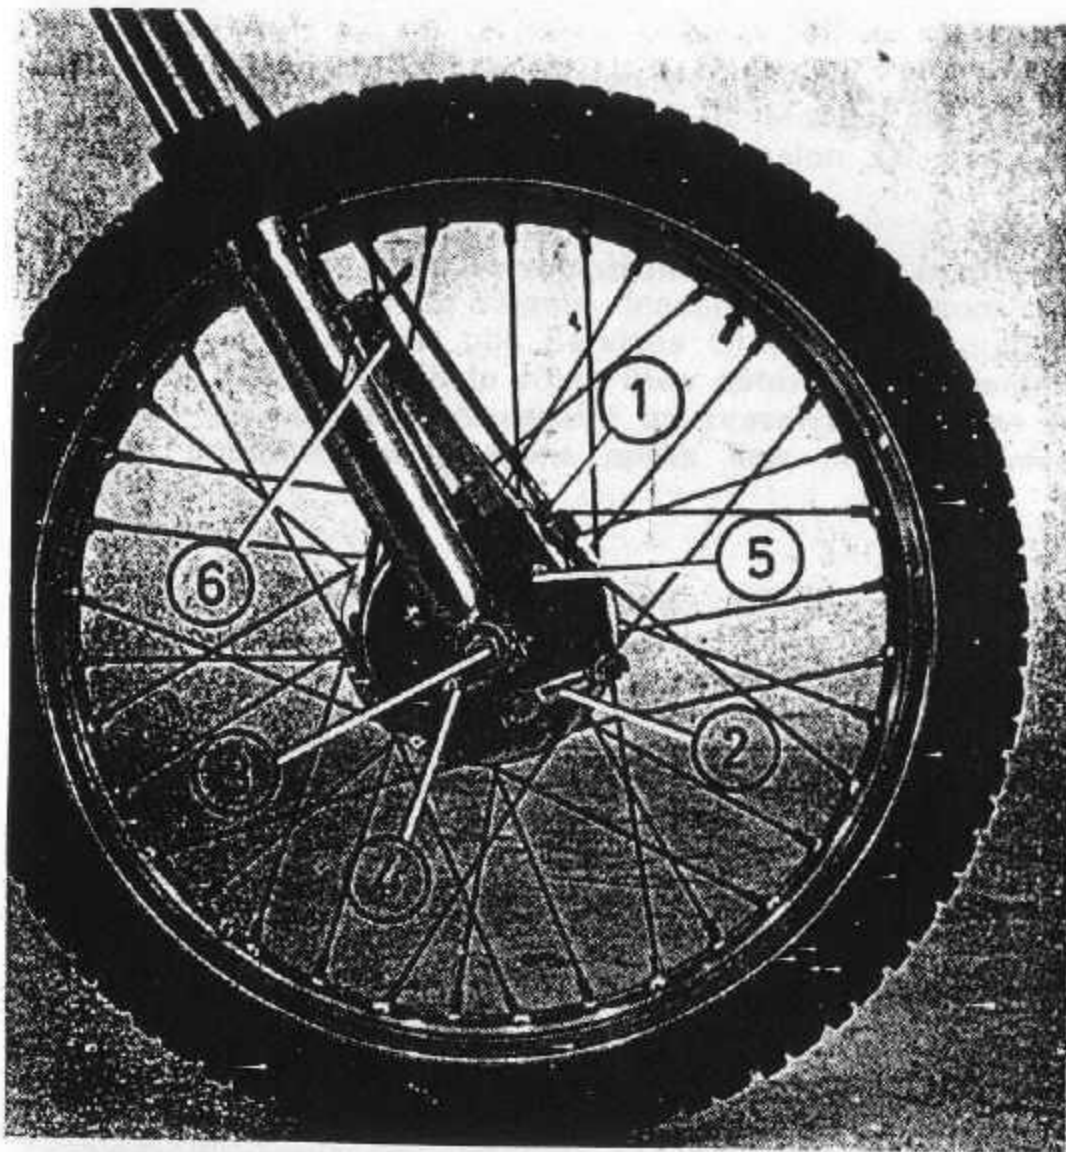

Fig. 20
2. **Démontage de la roue avant.** Suspendre la moto pour que la roue avant puisse tourner librement. Détendre le frein avant par le tenseur de la commande du guidon (fig. 18) et ôter du levier 2 (fig. 20). Desserrer la fixation supérieure de la bride d'ancrage en utilisant une clé de 10 mm. et dévisser complètement la fixation inférieure avec une clé de 14 mm. pour la séparer du plateau porte-garnitures. Dévisser les 2 vis de serrage avec une clé de 10 mm. Dévisser l'écrou de l'axe avec une clé de 22 mm. et l'extraire par la côté gauche à l'aide de la tige coulissante introduite dans le bout de l'axe. Enlever la roue et ôter le plateau porte-garnitures.
2. **Removing the Front Wheel.** Support the frame so that the front wheel is off the ground. Loosen the front brake by means of the adjuster on the handlebar lever (fig. 18) and remove it from the brake arm 2 (fig. 20). Loosen the upper anchor plate end with a 10 mm wrench and entirely unscrew the lower end with a 14 mm wrench, removing it from the backing plate. Loosen the 2 clamping bolts with a 10 mm wrench. Unscrew the axle nut with a 22 mm wrench, and by means of the dipstick remove it from the left. Remove the wheel from the motorcycle and take off the backing plate.